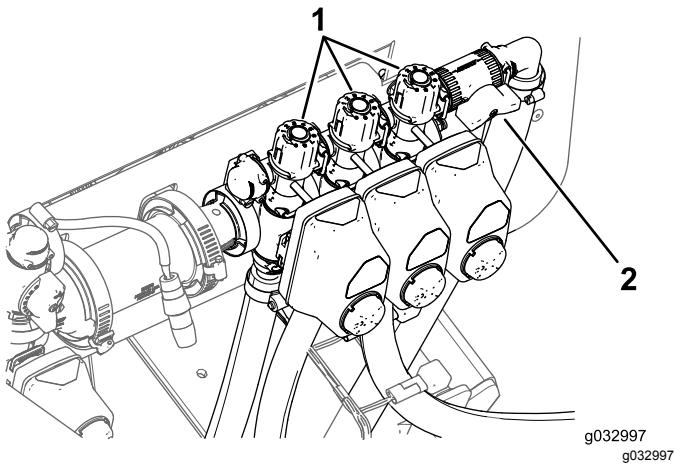

Figure 47
11. Désactivez la rampe gauche et réglez le bouton de dérivation de rampe (Figure 47) jusqu'à ce que le débit indiqué corresponde au précédent conformément au tableau.
13. Réglez le bouton de dérivation de la rampe droite (Figure 47) jusqu'à ce que le débit indiqué corresponde au précédent conformément au tableau.
15. Réglez le bouton de dérivation de la rampe centrale (Figure 47) jusqu'à ce que le débit indiqué corresponde au précédent conformément au tableau.